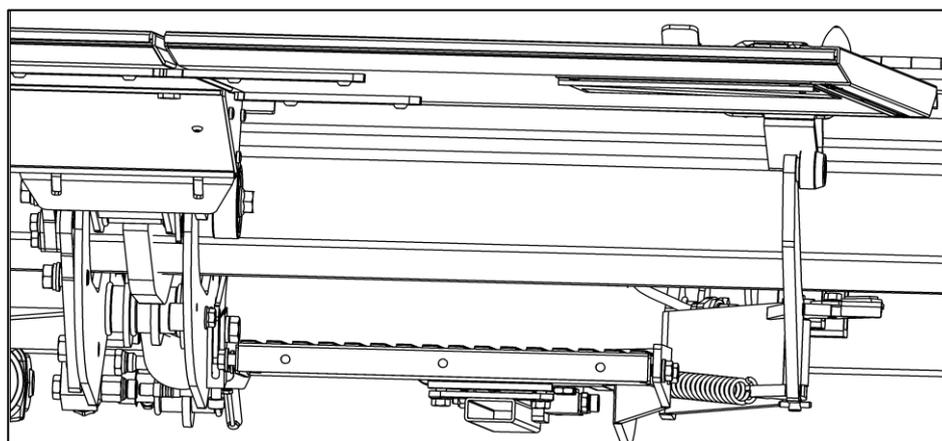

Fig. 74
- Girando el tornillo de ajuste (1) hacia la derecha sube el brazo de soporte (4).
- Girando el tornillo de ajuste (1) hacia la izquierda baja el brazo de soporte (4) (ver Fig. 74).
- Cuando termine de ajustar, apriete el tornillo (3) a 115 Nm (vea la tabla de torques en la página 68) para asegurar la barra de torsión